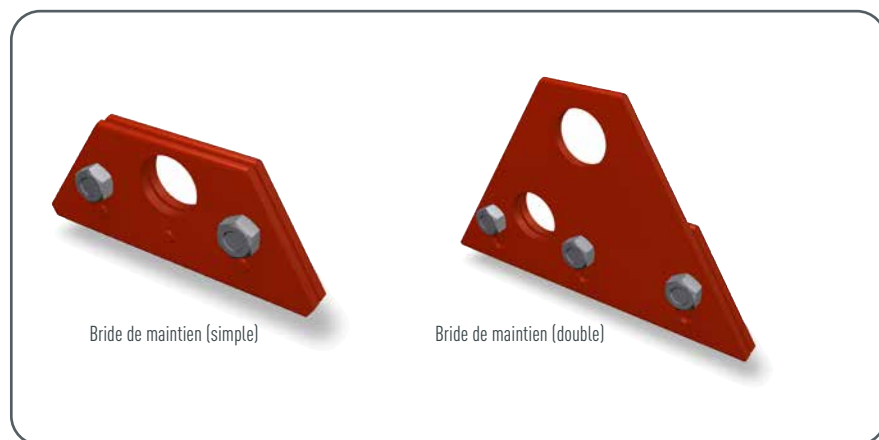

Figure 19 • Brides de maintien
- Desserrez les vis jusqu'à ce que les brides de maintien soient au contact de la couverture de toit (Fig. 19).